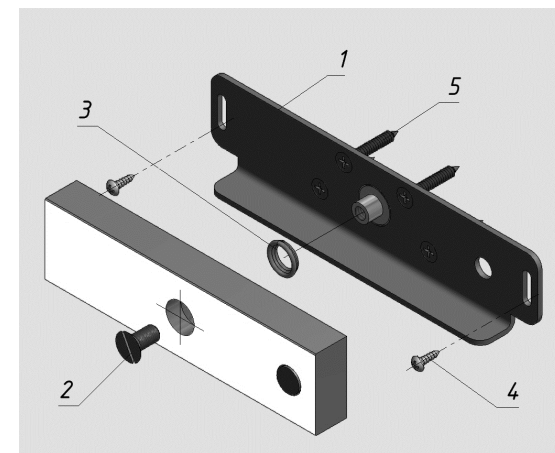

Рис.2
В комплекте поставки **AL-180FB-02** детали крепления якоря заменены **комплект 180Р** для установки якоря без сверления сквозного отверстия в двери (рис.2):
5.6 Якорь замка для варианта поставки **AL-180FB-02** устанавливается без штифта и без сверления монтажных отверстий в двери (рис.2). Якорь соединяется с пластиной (поз.1) винтом М6х12 (поз.2) через амортизирующую пружину (поз.3) и затем через регулировочные пазы в пластине крепится саморезами (поз.4) к двери.